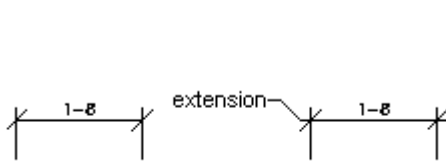

图 8-9 设置过尺寸界限的距离
- **Dimension Lines** 在该设置区中，用户可设置尺寸线的颜色（Color）、线宽（Lineweight）、如图 8-9 所示的过尺寸界限的距离（Extend Beyond Ticks）、如图 8-10 所示的（Baseline Spacing）、如图 8-11 所示的抑制尺寸线的显示（Suppress）。